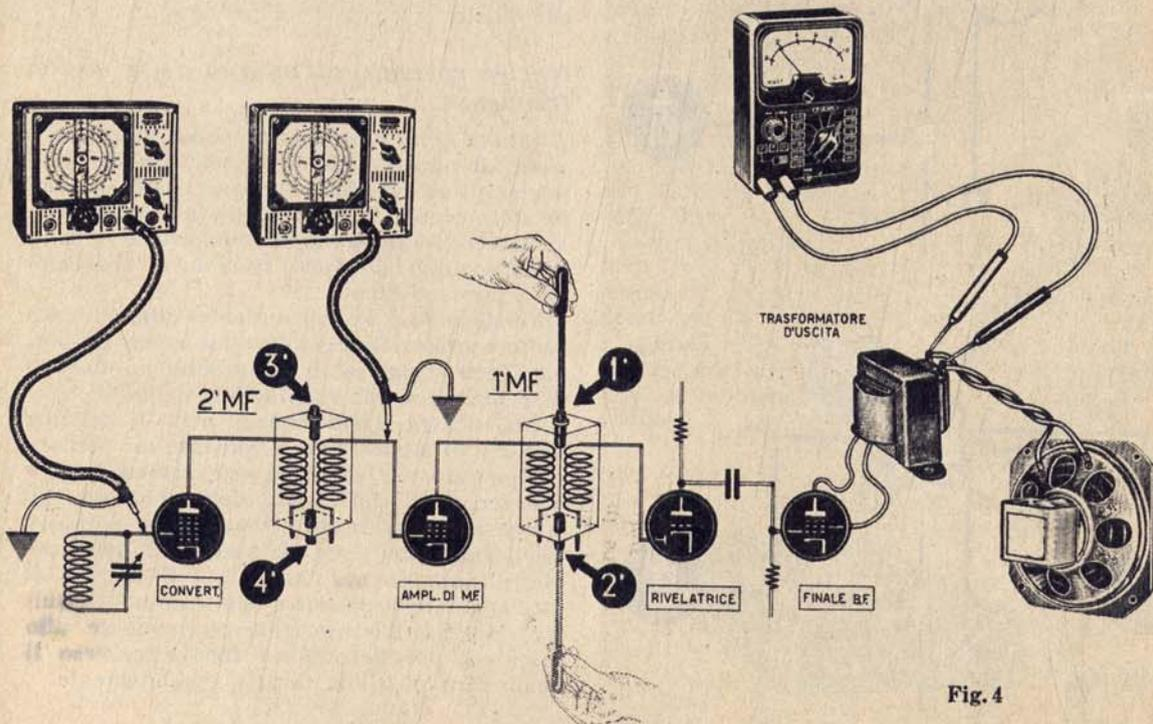

Fig. 4
1) con strumento commutato in posizione CORRENTE ALTERNATA, sensibilità 10 volt fondo scala, applicare i puntali del medesimo in parallelo alla bobina mobile del ricevitore (fig. 4);
L'oscillatore va collegato alla griglia della valvola di MF (fig. 4). Si ruoti ora — lentamente — un nucleo (o compensatore) sino ad ottenere la massima deviazione dell'indice dello strumento. Ovviamente, nel caso l'indice dovesse andare a fondo scala, ci preoccuperemo di ridurre la potenza dell'oscillatore modulato agendo sull'attenuatore e regolando il volume del ricevitore.
Quindi si passerà alla taratura della prima MF e a tal fine l'oscillatore dovrà risultare collegato alla griglia della valvola convertitrice (fig. 4).